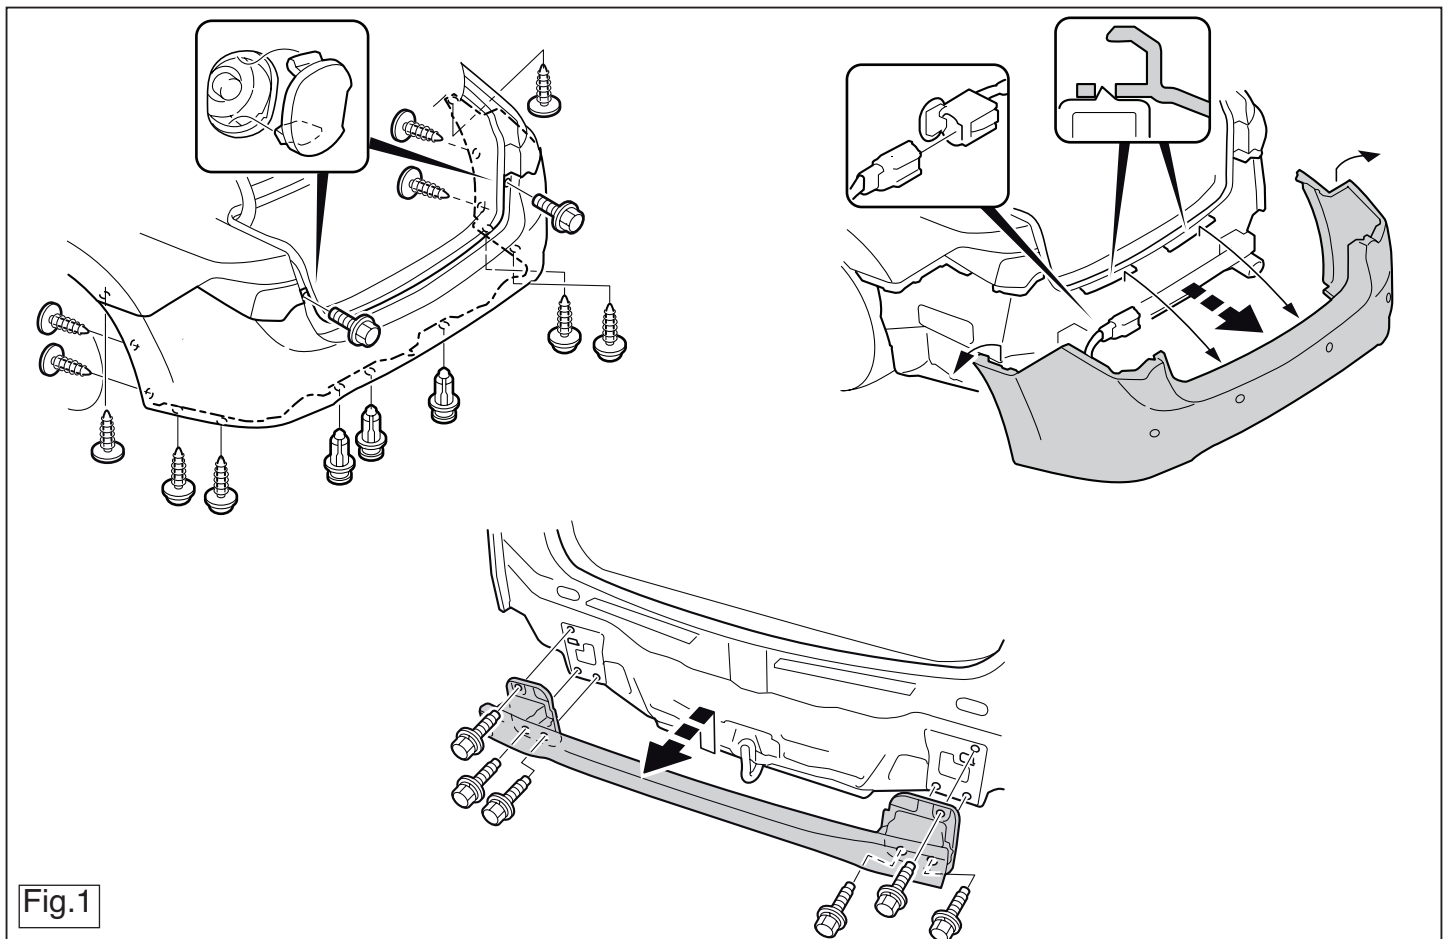

Fig.1
1. Remove the bumper and the steel buffer beam from the vehicle. The buffer beam will no longer be needed. See figure 1.
Siehe Abbildung 1.
- Déposer le pare-chocs du véhicule y compris la traverse en acier la traverse ne sera plus utilisée. Voir la figure 1.
1. Demonter kofangeren, inklusive køretøjets stålstødbjælke. Denne bliver overflødig. Se fig. 1.